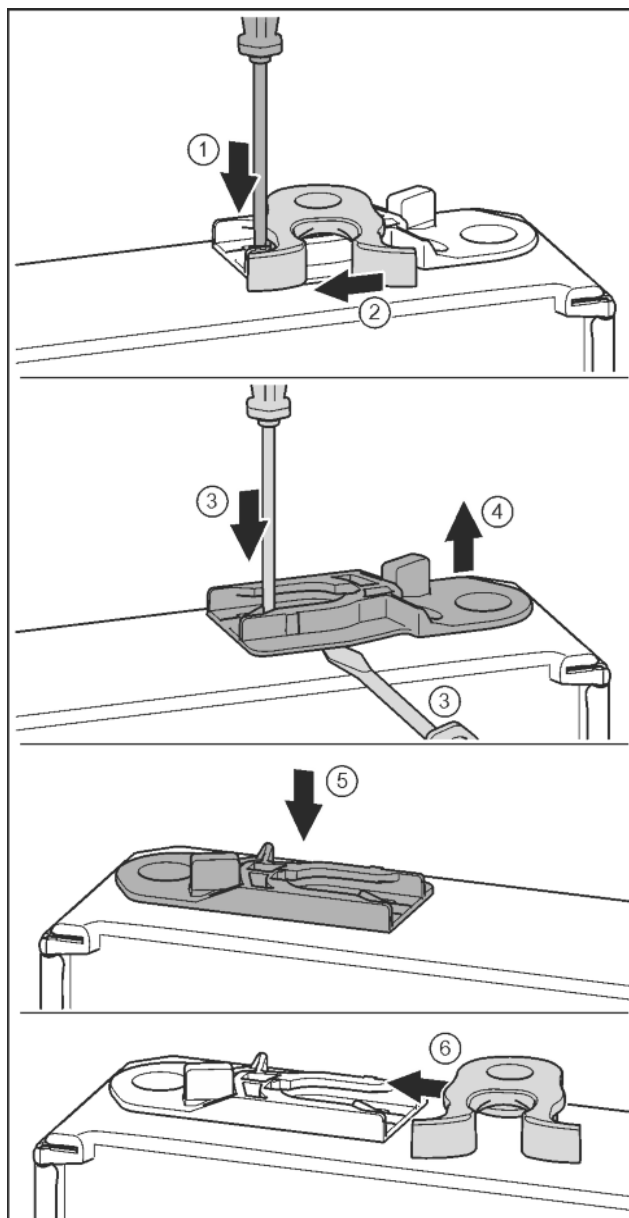

Fig. 20
- ▶ Nakładkę wcisnąć w dół przy pomocy śrubokręta. Fig. 20 (1)
- ▶ Hak zamykający wyjąć z prowadnicy. Fig. 20 (2)
- ▶ Wyjąć tuleję prowadzącą: Nakładkę wcisnąć przy pomocy śrubokręta i jednocześnie przesunąć śrubokrętem po tuleję prowadzącą. Fig. 20 (3, 4)
- ▶ Tuleję prowadzącą, objętą zakresem dostawy wsunąć po drugiej stronie obudowy. Fig. 20 (5)
- ▶ Hak zamykający wsunąć do prowadnicy. Fig. 20 (6)